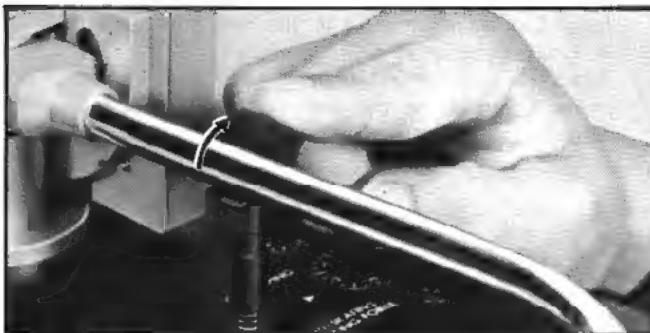

Fig. 8 Abb. 8
5. Tonearm height adjustment (Figs. 8, 9, 10)
2. Remove the clamp. (Fig. 8)
5. Tonarm-Höheneinstellung (Abb. 8, 9, 10)
2. Entfernen Sie die Tonarmklemme (Abb. 8).
5. Réglage de la hauteur du bras de lecture (Figs. 8, 9, 10)
2. Enlever l'étrier (Fig. 8).